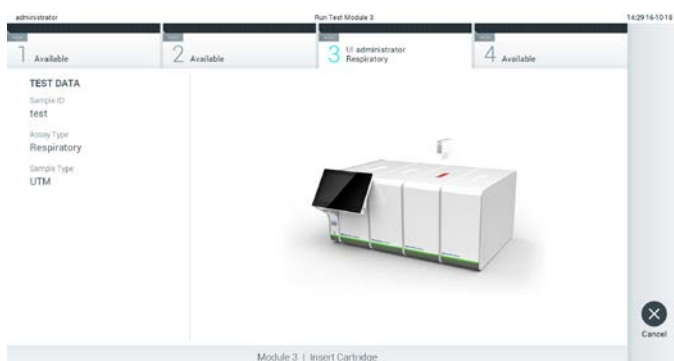

Рис. 27. Установка картриджа для тест-системы QIAstat-Dx в QIAstat-Dx Analyzer 1.0.
7. Убедитесь, что обе крышки отсеков для проб — порта для мазков и основного порта картриджа для тест-системы QIAstat-Dx — плотно закрыты. Когда входной порт для картриджа на QIAstat-Dx Analyzer 1.0 автоматически откроется, вставьте туда картридж для тест-системы QIAstat-Dx, так чтобы штрих-код был обращен влево, а реакционные камеры — вниз (рис. 27).